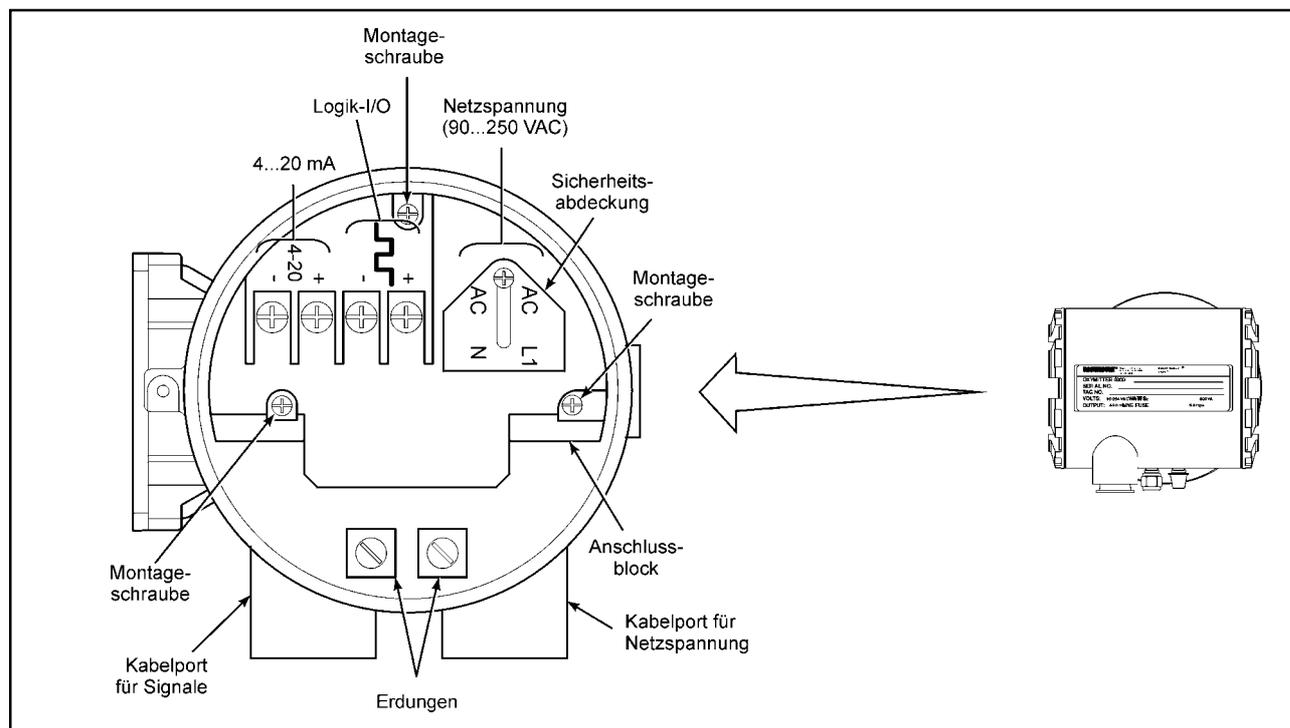

Abbildung VI-4 Anschlussblock Oxymitter 4000
sprechend sichern. Nun liegt der Anschlussblock des Oxymitters frei (siehe Abbildung VI-4).
- ❑ **Schritt 2** Die Kabel des Logik-I/O und des 4-20 mA-Signals bitte durch den dafür vorgesehenen Kabelport führen (vgl. Abb. VI-4) und fachgerecht an den dafür vorgesehenen Klemmen befestigen.
- ❑ **Schritt 2** Lösen Sie die 3 Montageschrauben, die den Anschlussblock im Gehäuse arretieren (vgl. Abb. VI-4 sowie Abb. VI-1, Position 26)